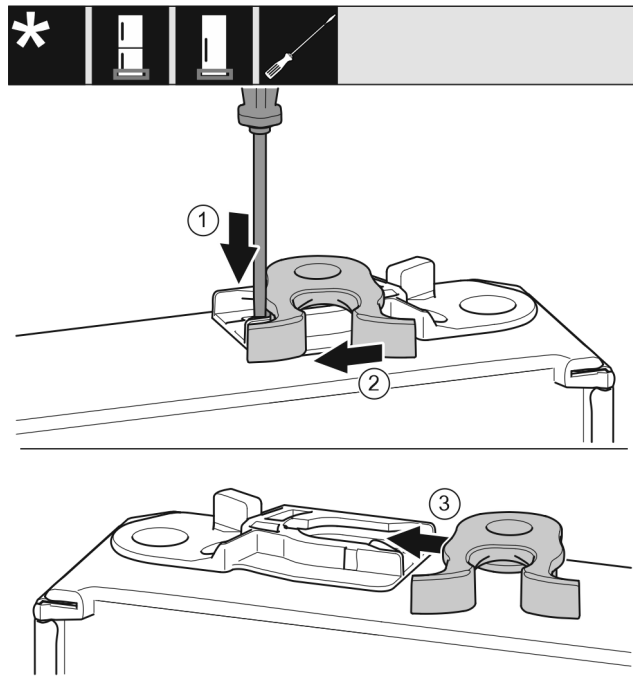

Fig. 19
- Potisnite spono Fig. 19 (1) navzdol s ploščatim izvijačem.
- Povlecite zapiralni kavelj Fig. 19 (2) ven iz vodila.
- Potisnite zapiralni kavelj Fig. 19 (3) na drugi strani v vodilo.